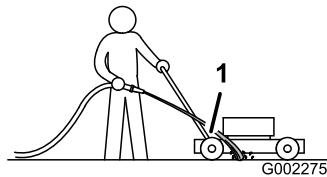

Figura 34
- Sujete la manguera a la altura del manillar y dirija el agua para que fluya sobre el suelo justo por delante de la rueda trasera derecha (Figura 34).